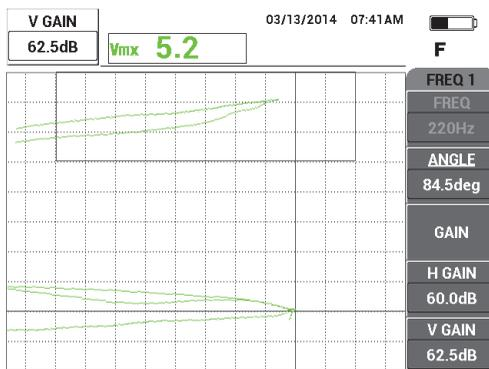

Рис. 5-26 Настройка вертикального усиления
7. Нажмите клавишу **GAIN (dB)** три раза для доступа к параметру **В УСИЛ**; с помощью ручки настройте вертикальное усиление, так чтобы сигнал достиг последнего вертикального деления на экране, что эквивалентно 90 % высоты экрана (см. Рис. 5-26 на стр. 153).